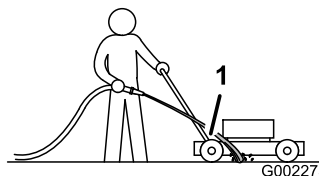

Figura 20
3. Țineți furtunul de grădină la nivelul mânerului și direcționați fluxul de apă pe pământ, chiar în fața roii dreapta spate (Figura 20).